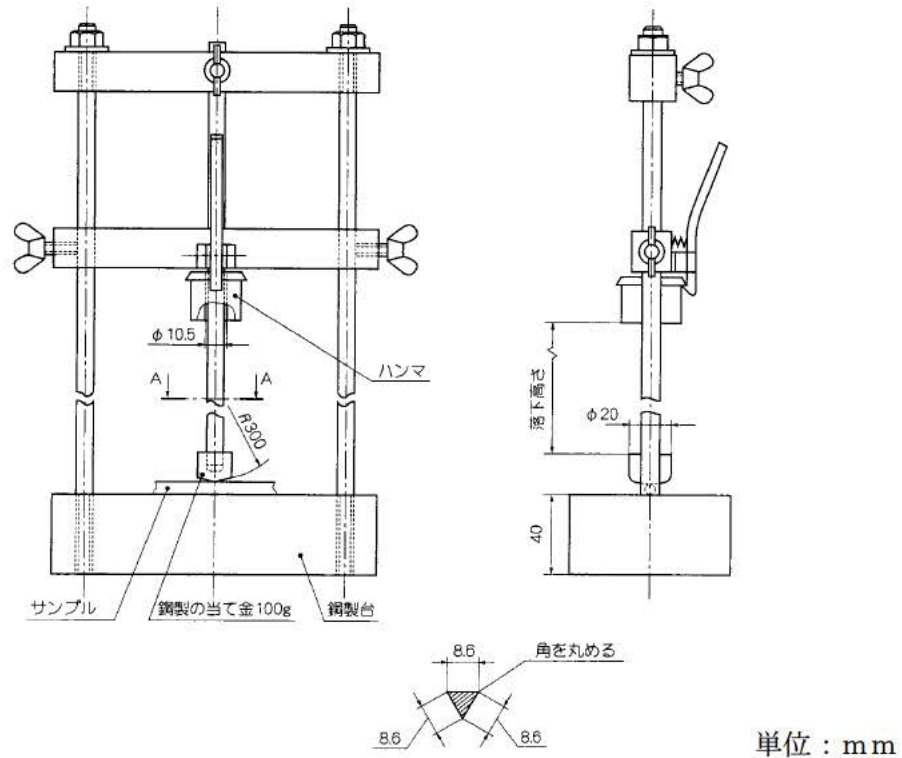

図1 衝撃試験装置
- (1) 試験は12個のサンプルについて行います。
- (2) 試験装置は、図1に示すものを使用し、この装置のおもりの質量は $2.0 \begin{smallmatrix} +0.02 \\ 0 \end{smallmatrix}$ kgとし、落下高さは 100 ± 1 mmとします。